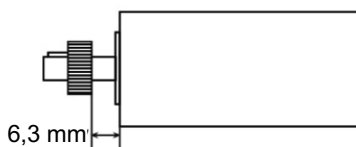

Figure 4 – Placement de Moyeu
1. Montez le moyeu (No. réf. 22) par-dessus la clavette sur l'arbre du moteur à 6,3 mm de la face de montage du moteur, comme indiqué sur la Figure 4. (Le numéro de pièce se trouve sur le moyeu du côté opposé au moteur.) Utilisez la clavette carrée 3/16 fournie pour tous les modèles si un manchon adaptateur